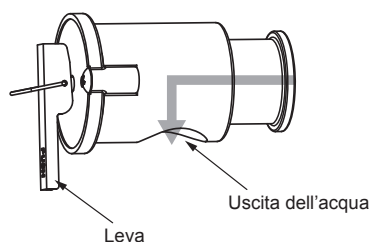

Fig. 4-2
4.4. Componenti che necessitano di ispezioni regolari (Fig. 4-2)